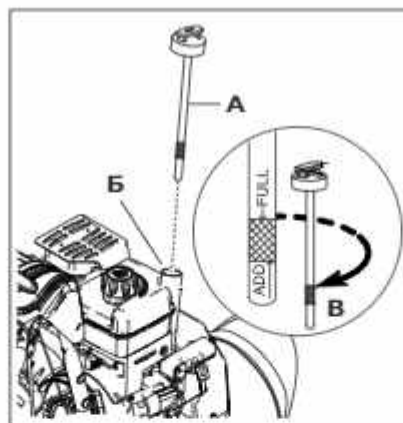

Рис. 18
3. Извлеките масляный щуп (рис. 18, поз. А). Используйте чистую ткань, чтобы удалить масло с щупа.
4. Вставьте масляный щуп и проверьте уровень масла. Убедитесь, что уровень масла находится на верхней отметке индикатора ЗАПОЛНЕНИЯ (рис. 18, поз. В).
5. Если уровень масла находится ниже отметки индикатора ЗАПОЛНЕНИЯ, то аккуратно влейте масло в маслосливную горловину двигателя (рис. 18, поз. Б). НЕ добавляйте слишком много масла в маслосливную горловину.